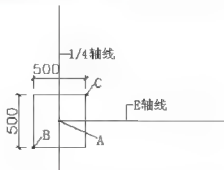

图 2.53 GZ3 的尺寸及位置
在 1/4 轴线和 E 轴线相交处绘制尺寸为 500mm × 500mm 的构造柱, 如图 2.53 所示。
① 单击【对象捕捉】工具栏上的【捕捉自】图标。
② 在指定第一个角点或 [倒角 (C)/ 标高 (E)/ 圆角 (F)/ 厚度 (T)/ 宽度 (W)]: _from 基点: 提示下, 捕捉图 2.53 中的 A 点 (以 A 点作为确定矩形左下角的基点)。